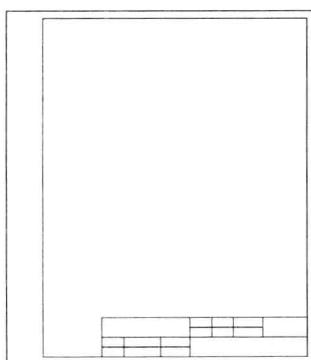

图1-26 画图框和标题栏
- ① 在尺寸分析和线段分析的基础上，拟订作图步骤。
- ② 确定比例 $1:1$ ，选取图纸幅面A4。
- ③ 画出图框和标题栏，如图1-26所示。